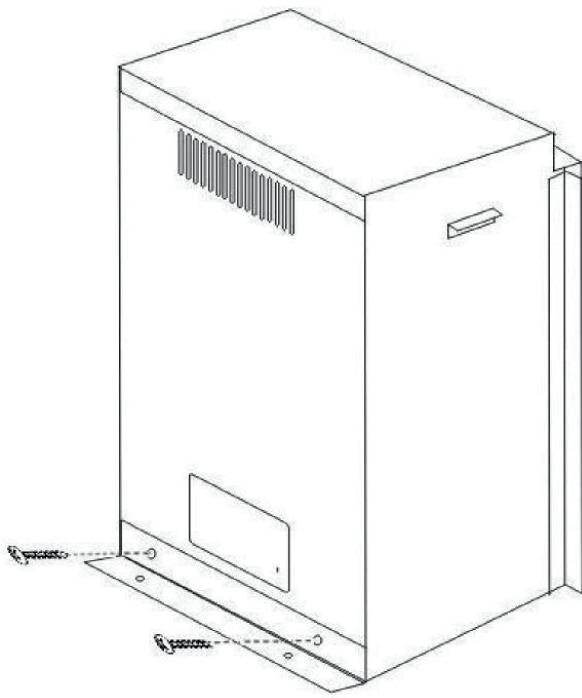

Abb. 1
1. Bringen Sie die Führungsleiste für die Elektrokamineinheit auf der Rückseite an den dafür vorgesehenen Bohrungen an (Abb.1).
2. Befestigen Sie die Leiste mittels zweier M4x14 Schrauben und ziehen Sie diese fest (Abb.1).